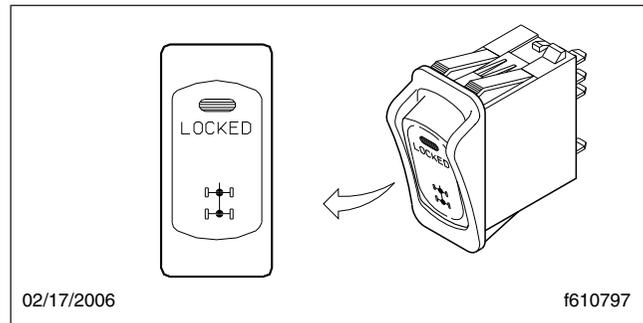

Figura 15.2, Bloqueo del diferencial en ambos ejes
- un interruptor para controlar el bloqueo del diferencial en solamente uno de los ejes motores (este interruptor muestra un solo punto en un eje motor, y varía ligeramente del interruptor que se ve en la **Figura 15.2**).
- un interruptor para controlar los bloqueos del diferencial en ambos ejes (**Figura 15.2**).